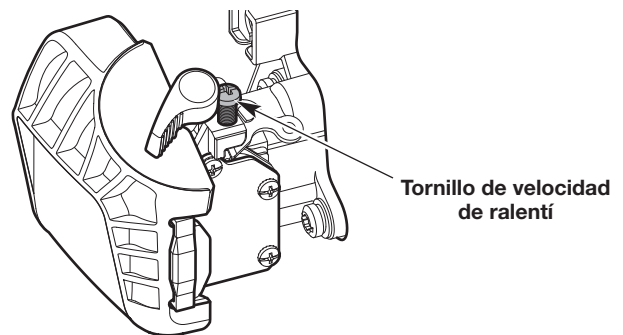

Fig. 19
- Si el motor se para, aumente la velocidad de ralentí. Use un destornillador Phillips pequeño para girar el tornillo de velocidad de ralentí en el sentido de las agujas del reloj, 1/8 de giro cada vez hasta que el motor funciona al ralentí de manera uniforme (Fig. 19).